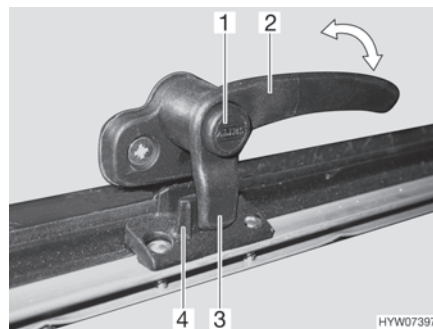
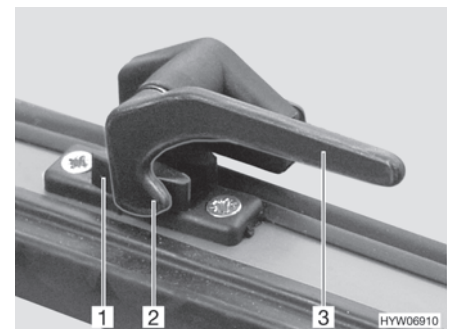

Fig. 67 Palanca de bloqueo con botón de seguridad en la posición de "cerrado"
Fig. 68 Palanca de bloqueo en la posición de "abierto"
- Si existe, pulsar el botón de seguridad (Fig. 67,1) y mantenerlo pulsado.
- Girar la palanca de bloqueo (Fig. 67,2 ó Fig. 68,3) un cuarto de vuelta hacia la mitad de la ventana.
- Girar la palanca de bloqueo (Fig. 67,2 ó Fig. 68,3) un cuarto de vuelta hacia el marco de la ventana. El saliente de bloqueo (Fig. 67,3 ó Fig. 68,2) de la palanca de bloqueo se encuentra en la cara interior del bloqueo de la ventana (Fig. 67,4 ó Fig. 68,1).
- En la posición "cerrada fijamente" (Fig. 67 y Fig. 68)